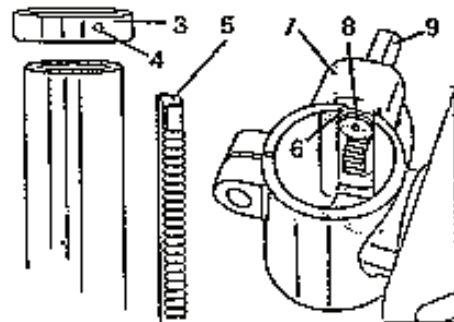

Abb. 4
1. Entfernen Sie den Ring (3) durch Lockern der Stellschraube (4).
2. Entfernen Sie die Zahnstange (5) von der Säule.
3. Prüfen Sie, ob das Schneckenrad (8) ordnungsgemäß in den Tisch- und Befestigungsarm eingesetzt ist (7) und mit den Zahnrädern in Berührung kommt. Der Griffenschaft (9) sollte ungefähr 2,5 cm aus Gehäuse ragen (Abb. 4).
4. Setzen Sie die Zahnstange (5) in die gezahnte Nut (6) des Tisch-Befestigungsarms (7) (Abb. 4). Der Tisch-Befestigungsarm sollte im Mittelabschnitt der Zahnstange sitzen.